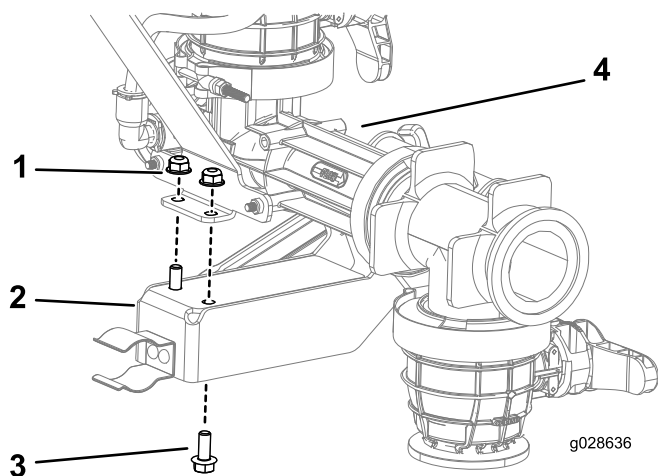

Figura 10
- Sujete el asa al eyector usando 2 pernos con bridas y tuercas con bridas (Figura 10).
- Alinee los taladros de la chapa de montaje del eyector con los taladros alargados de la chapa trasera del soporte (Figura 10).